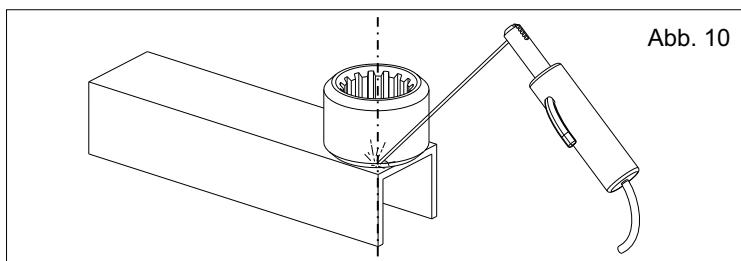

Abb. 10
3.3. Die Buchse senkrecht zur Rotationsachse sorgfältig an das Profil schweißen (Abb.10).